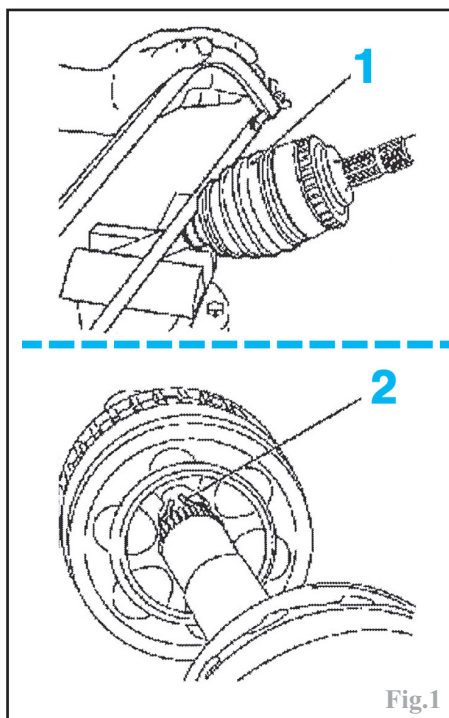

Fig.1
- (7) Arbre intermédiaire
- (8) Roulement
- (9) Jonc d'arrêt du roulement
- (10) Joncs d'arrêt
- (11) Joint côté boîte de vitesses
- (12) Joint côté roue
- (13) Goupilles
- (14) Écrou de transmission
- (15) Rondelles
- (16) Jonc d'arrêt du tripode
Déposer les colliers de fixation du soufflet. Découper et retirer le soufflet (1) (Fig.1).